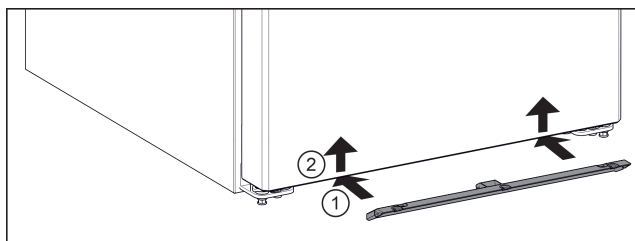

Fig. 5
- ▶ 将防蚊遮板推到冰箱下方。Fig. 5 (1)
- ▶ 双手将防蚊遮板向上推。Fig. 5 (2)